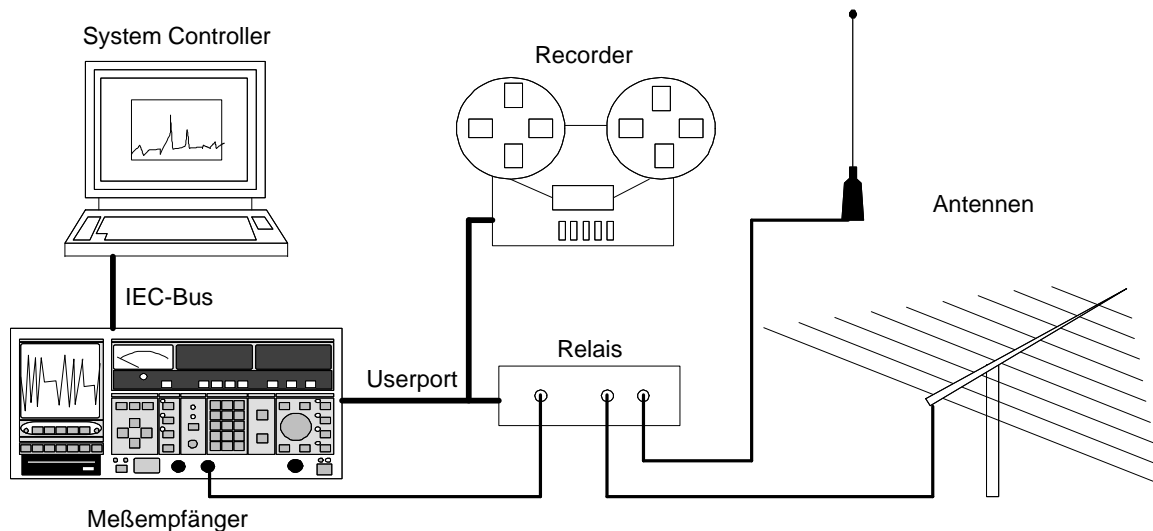

BILD 2: Meßaufbau
- Eine automatische Userportansteuerung mit programmierbarer Wartezeit erlaubt auch komplexere Meßabläufe mit mehreren Antennen (BILD 2).